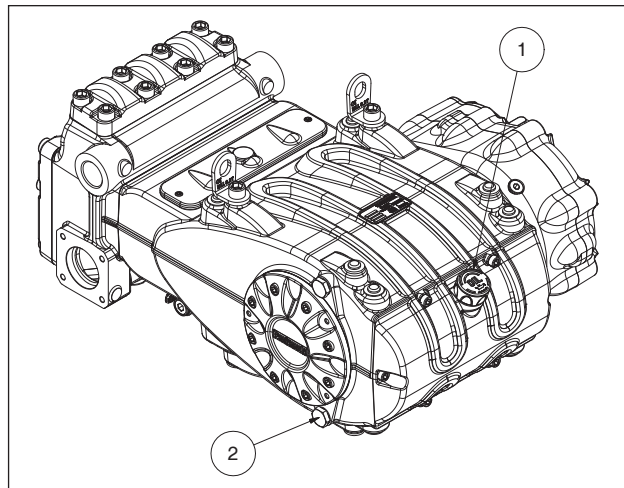

Fig. 3
Controlar el nivel de aceite utilizando el tapón con varilla de nivel con marca de mínimo y máximo ①, Fig. 3. Si es necesario, repostar para restablecer el nivel.
El cambio de aceite se ha de realizar con la bomba a temperatura de trabajo, desmontando el tapón pos. ②, Fig. 3.
Colocar el sistema de manera que el aceite no supere los **115°C** (239°F) de temperatura durante el funcionamiento de la bomba, por ningún motivo. Introducir una sonda de temperatura en el tapón de descarga del aceite pos. ② Fig. 3. Consultar el manual "PROTECCIÓN ANTIDEFLAGRANTE ATEX".